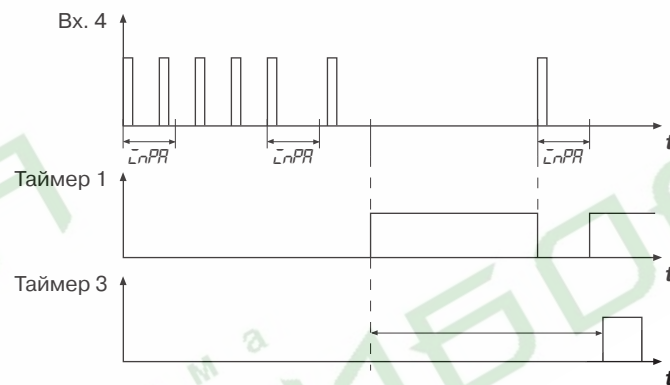

Рис. 6
3.2.5.3. Таймер 3 предназначен для задержки выключения управления приводом на время, заданное в программируемом параметре \overline{LnLR} (см. прил. В, табл. В3), обеспечивая плотное закрытие задвижки (рис. 6). Кроме того, благодаря такой задержке исключается ложное выключение управления приводом при «подклинивании» задвижки в процессе движения.